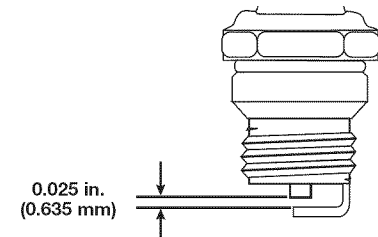

Fig. 28
3. Cambie las bujías que estén rajadas, sucias o deterioradas. Fije la separación de aire a **0,635 mm (0,025 pulgadas)** utilizando un calibrador (Fig. 28).